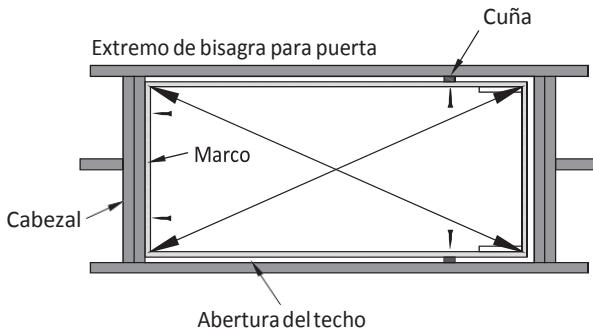

FIGURA 7
F. Asegúrese que el cuadro en la bisagra de la puerta esté empujado contra el cabezal y esté centrado lado a lado en la abertura en la pared. Con la puerta cerrada, asegure la bisagra al cabezal usando dos piñas de  $2\frac{1}{2}$ " (Figura 7). Debido a las condiciones ajustadas, las piñas necesitan estar instalados a un ángulo a través del marco y dentro del cabezal. No use agujeros pre-perforados para las piñas. Estas piñas son usadas en el Paso 2.
G. Abra cuidadosamente la puerta de la escalera de ático pero sin desdoblar la sección para escalar hasta que se indique en el paso 3. Centre y cuadre el lado opuesto del marco de la escalera de ático en la abertura del techo utilizando cuñas. Asegúrese que el marco de la escalera haya sido cuadrado correctamente tomando dimensiones diagonales en el marco hasta con  $1/8$ " de diferencia entre ellas. (Figura 7).
H. Asegure los costados del marco a las vigas del techo con piñas para madera de  $2\frac{1}{2}$ " en la posición de las cuñas (Figura 7). No utilice los agujeros pre-perforados para las piñas para madera. Agujeros pre-perforados se serán usados en el Paso 2.